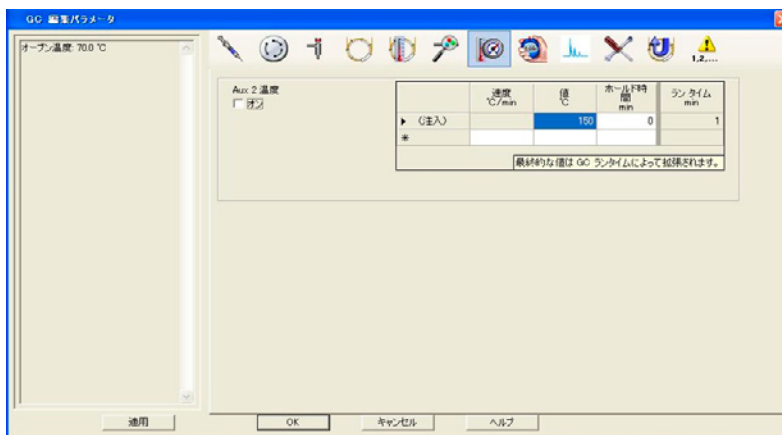

図 14 モニタの配置
- 8 各モニタをクリックアンドドラッグして希望する位置に移動します。図 14 は、モニタ配置の一例です。